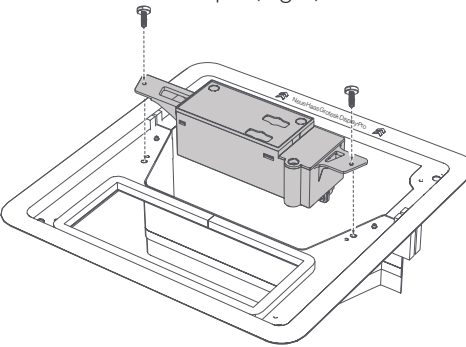

Fig. 5
4. Branchez le connecteur à 3 broches du haut de toit sur l'interface de la borne à 3 broches du boîtier de commande. (Fig. 5)